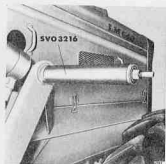

Fig 181.
4. Ta bort låskrovarna och dra ut lagertapparna, se fig 181 och demontera cylindern.